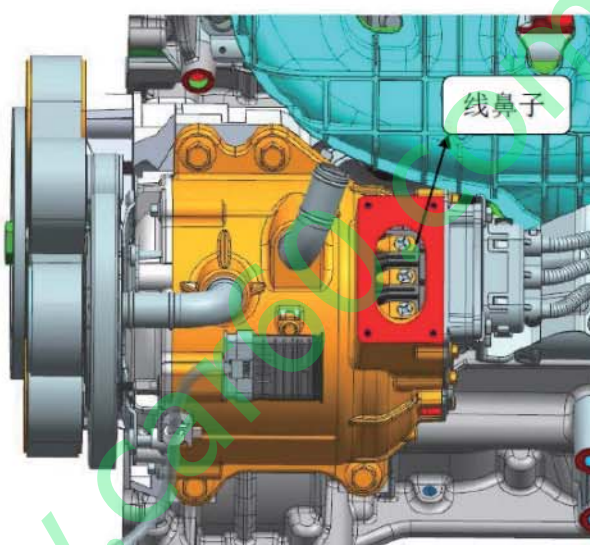
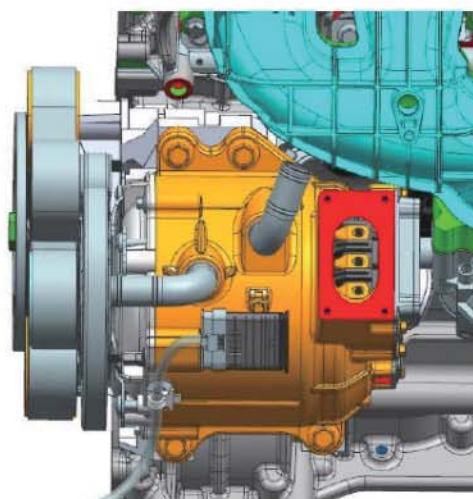

图 1.4
图 1.5
- 3、 拆卸 BSG 电机连接 BSG 电控的三相线，先将接线盒盖打开（如图 1.4），然后线鼻子紧固螺栓、法兰紧固螺栓拧开，三相线拔出（如图 1.5）。